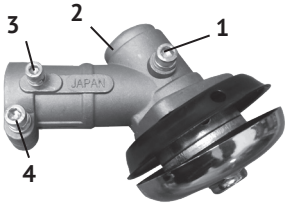

рис.12
8.5 Смазка выходного редуктора (см. рис.12)
- выкрутить из корпуса редуктора (рис.12 поз.2) пробку-винт (рис.12 поз.1);